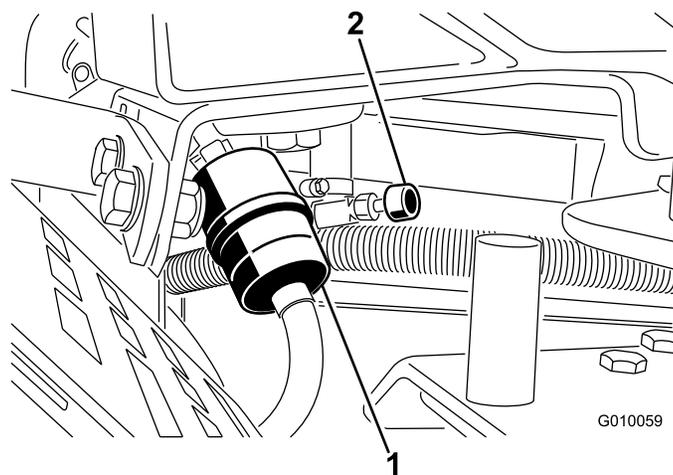

Figura 52
2. Feche a válvula de corte de combustível (Figura 52).
3. Aperte as pontas dos grampos da tubagem e afaste-as do filtro (Figura 52).
5. Instale um filtro novo e coloque as braçadeiras junto ao filtro (Figura 52).
7. Abra a válvula de corte de combustível (Figura 52).
3. Desaperte a braçadeira de tubos no filtro de combustível e deslize-o para cima do tubo de combustível, afastando-o do filtro (Figura 52).
4. Puxe o tubo do combustível do filtro do combustível (Figura 52). Abra a válvula de corte do combustível e deixe o combustível escoar para um recipiente de combustível ou um recipiente de escoamento.
5. Instale o tubo de combustível no filtro. Deslize a braçadeira de tubos para perto do filtro de combustível para prender o tubo de combustível (Figura 52).